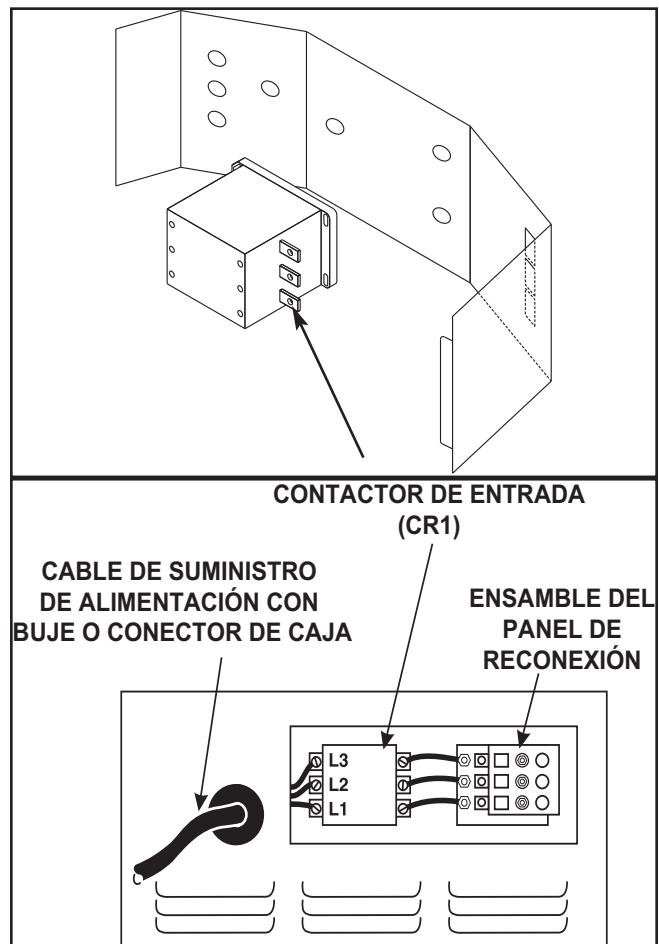

FIGURA A.3 - Conexiones de la Fuente de Energía de Entrada
5. Conecte los cables trifásicos de fuente de energía de CA L1, L2 y L3 a las terminales del contactor de entrada en el Ensamble de la Caja de Entrada introduciéndolos a través de los tres orificios alineados con diámetro de 0.50" (1.3 cm) en el deflector y apretándolos en los conectores de la terminal. Asegúrese de cerrar el deflector al insertar la lengüeta en la ranura del mismo. Vea la Figura A.3.